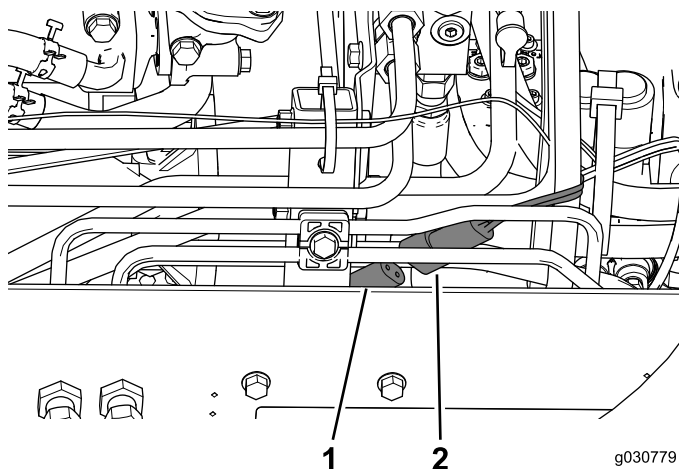

Figure 46
2. Branchez le connecteur d'alimentation de la cabine au connecteur sur le côté droit de la machine (Figure 46).